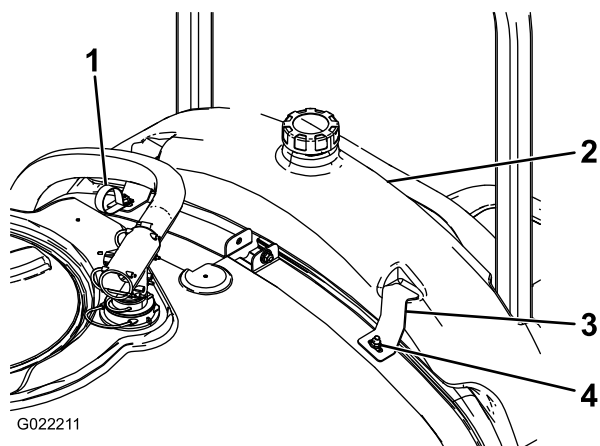

Figura 3
2. Instale o depósito de lavagem como se mostra em Figura 3.
3. Utilizando 2 anilhas grandes e porcas flangeadas, instale os suportes do depósito de lavagem e grampos em R nos parafusos de carroçaria previamente instalados (Figura 3).